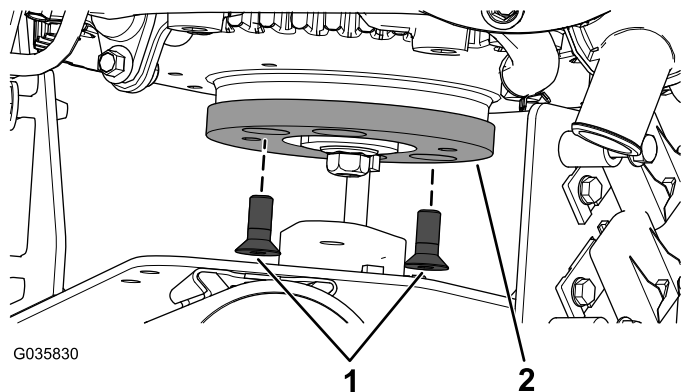

図 5
1. アダプタプレートから六角ソケット平ヘッドねじを外す 図 5。
2. アダプタプレートを取り外す 図 5。